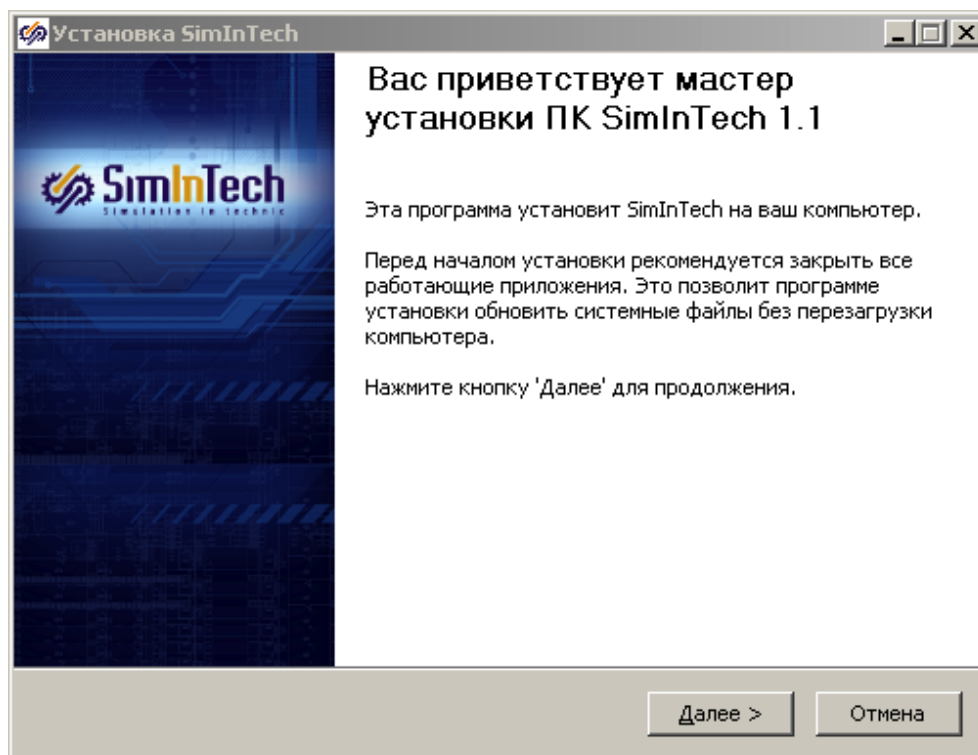

Рисунок 1.1
2)левой клавишей «мыши» нажать на кнопку «Далее» (рисунок 1.1), в результате которого появится рабочее окно ознакомления с лицензионным соглашением на ПО SimInTech. Рабочее окно представлено на рисунке 1.2.